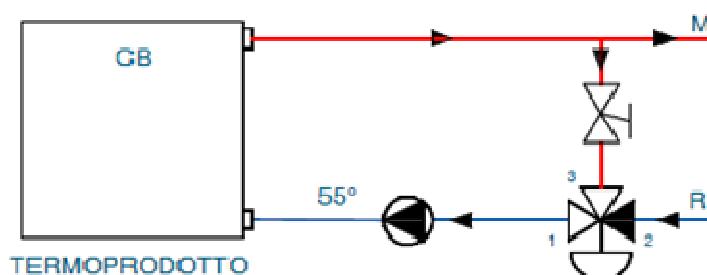

Figura 1
Le tratte 1 Figura 1 e 3 sono sempre aperte e, assieme alla pompa installata sul ritorno (R), garantiscono la circolazione dell'acqua all'interno dello scambiatore della caldaia a biomassa (CB).